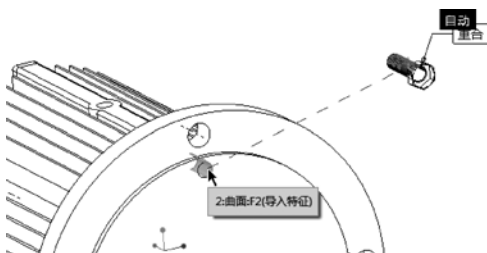

图 7-84 居中约束
- 新建“居中”约束，选择两个组件的圆柱面进行约束，如图 7-84 所示。最后单击“应用”按钮，完成螺钉组件的装配。